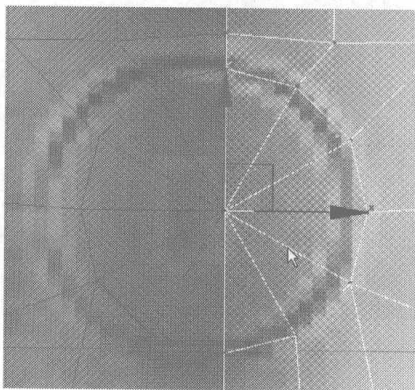

图 3.83
- 03** 选择圆柱体将其隐藏。在 Front 视图中框选如图 3.83 所示的中心点, 将其删除。